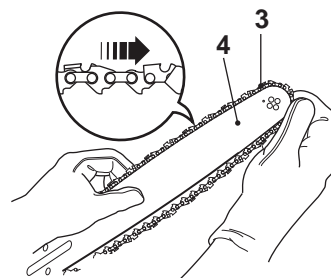

Fig. 2
4. Étalez la chaîne [3], en faisant attention à bien orienter les lames dans le sens de rotation, puis enfitez la chaîne dans la rainure autour du guide-chaîne [4] (Fig. 2).